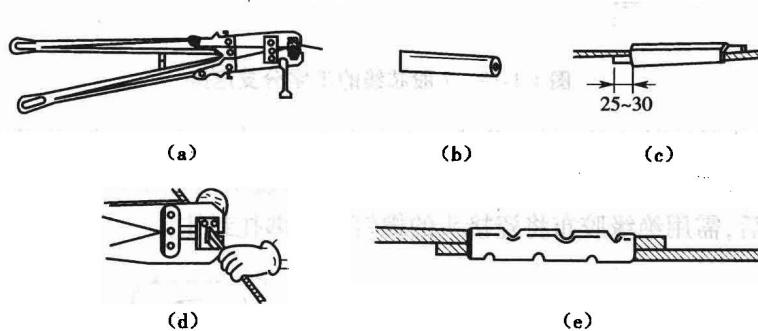

图 1-1-18 铝芯导线的压接管压接法
②压接管压接法:先用钢丝刷去除芯线表面和压接管内壁的氧化层并涂上中性凡士林,然后将导线的线端相对穿入压接管并伸出25~30mm,用压接钳在线端的一侧压接完后再压接另一侧,整个操作过程如图1-1-18所示。